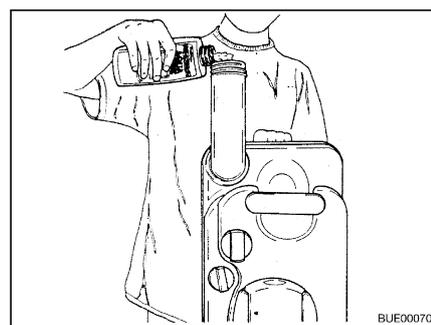

Fig. 179 Remplir de liquide pour sanitaires
- Remplir le réservoir pour matières fécales de la quantité indiquée de liquide pour sanitaires (Fig. 179).